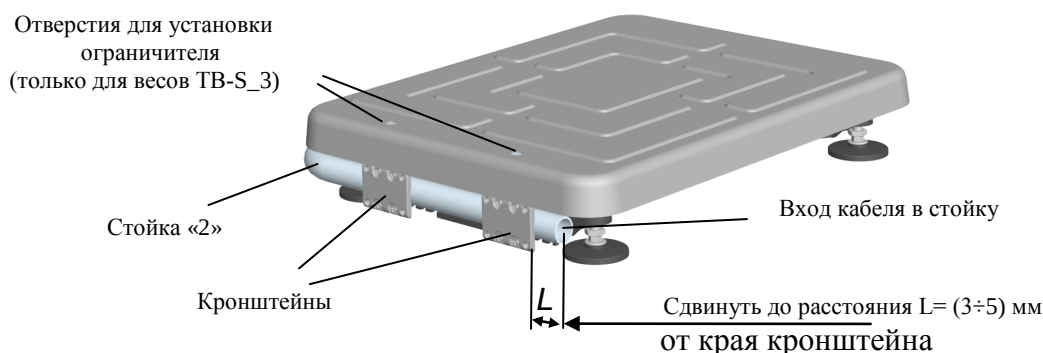

Рис. 5.1 - Крепление круглой вращающейся стойки к модулю ТВ-S
- Сдвинуть стойку S2 на расстояние $L = 3 \div 5$ мм от края стойки, до края кронштейна, Рис. 5.1.